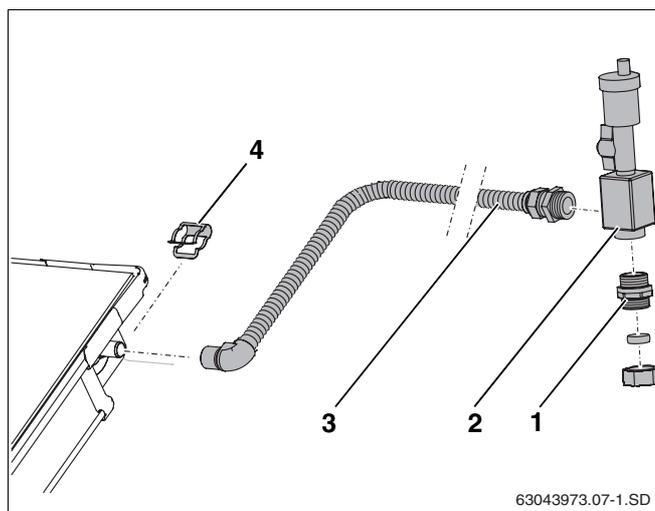

Fig. 37 Montaggio del disaeratore sotto il tetto
- Spingere il tubo di allacciamento (fig. 37, **pos. 3**) sull'attacco di mandata del campo di collettori e fissare in posizione con la graffa (fig. 37, **pos. 4**).
- Avvitare il tubo di allacciamento (fig. 37, **pos. 3**) e il nipplo doppio (fig. 37, **pos. 1**) nel vaso di sfogo (guarnizione o-ring).
- Collegare la tubazione di adduzione al nipplo doppio con il giunto a bocchettone e il relativo anello di bloccaggio (fig. 37, **pos. 1**).